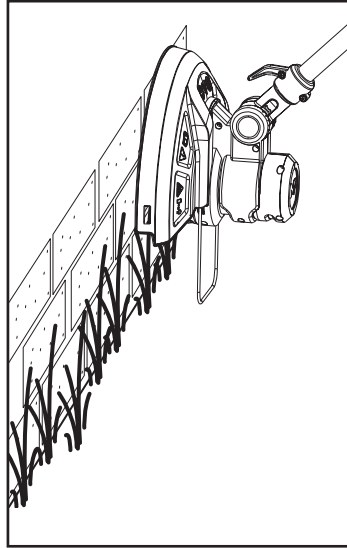

Fig. 20
1. Certifique-se de que o protetor da faca (11d) é removido e de que o protetor de plantas (13) é puxado para fora antes da operação
2. Fixe a roda de aparar (16) ao suporte do aparador (14a).
3. Ajuste o ângulo da pega principal (1) a 90° ou 180° para bordadura (Fig. 20).